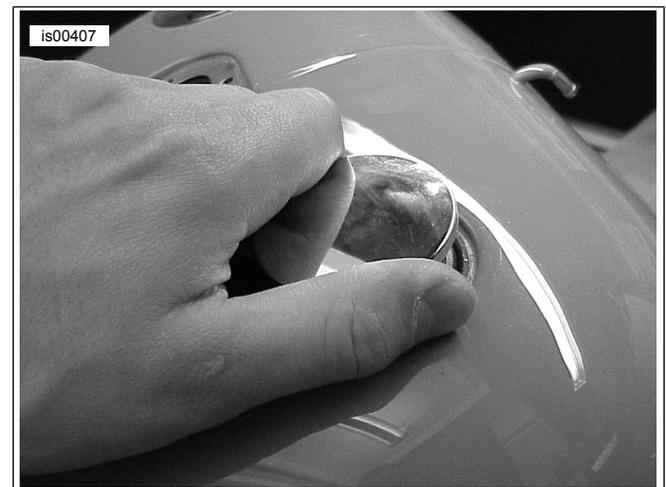

Figure 1. Bouchon de carburant vissable
- Consultez Figure 1 . Installez le bouchon de carburant dans le réservoir.